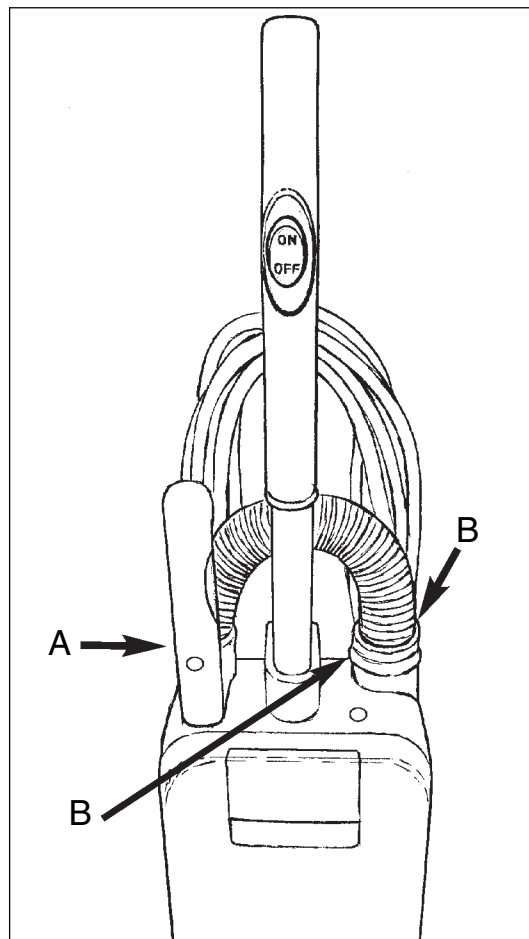

Figura 7
6. Ubique la empuñadura de la varilla de manera que ésta apunte a la parte delantera de la máquina (consulte la figura 7, ítem A).
7. Conecte la manguera a la varilla y al depósito (consulte la figura 7).
Para conectar la manguera de manera adecuada, presione la traba en el depósito (consulte la figura 7, ítem B).